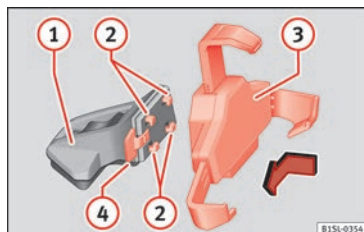
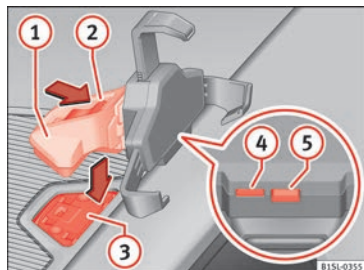

Abb. 134 Universalhalter und Befestigungsarm zusammenbauen.
Abb. 135 In der Mittelkonsole: Ausnehmung für die Aufnahme des Infotainment-Systems schließen
- Drücken Sie die Entriegelungstaste **» Abb. 135 ⑤**, bis sich der obere Arm des Universalhalters löst.
- Bringen Sie ggf. die Aufnahme für das Smartphone an **» » ①**.
- Setzen Sie das Smartphone in die unteren Halterungen ein. Zum Einstellen der unteren Halterungen drücken Sie die Taste **» Abb. 135 ④**.
- Halten Sie den Universalhalter **» Abb. 134 ③** fest und drücken Sie die Entriegelungstaste **» Abb. 134 ④**.
- Halten Sie den Haltearm **» Abb. 135 ①** fest und drücken Sie die Entriegelungstaste **» Abb. 135 ④** in Pfeilrichtung.
- Setzen Sie den Universalhalter **» Abb. 134 ③** in die Verrastungen **②** am Haltearm **①** ein.
- Schieben Sie den Universalhalter seitlich in Verriegelungsrichtung **④** bis er hörbar einrastet **» » ①**.
- Setzen Sie den Haltearm **» Abb. 135 ①** von oben in die Halteplatte **» Abb. 135 ③** und drücken Sie ihn nach unten, bis er hörbar einrastet **» » ①**.